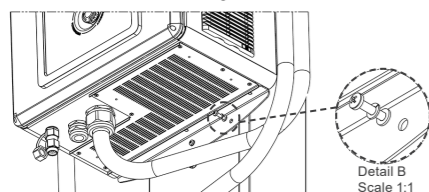

Figura 4.10: Exemplo de fixação dos parafusos inferiores
3. Inicie a fixação pela parte inferior da estrutura, através dos três (03) pontos nela existentes, utilizando três (03) parafusos sextavados M6, conforme Figura 4.10.